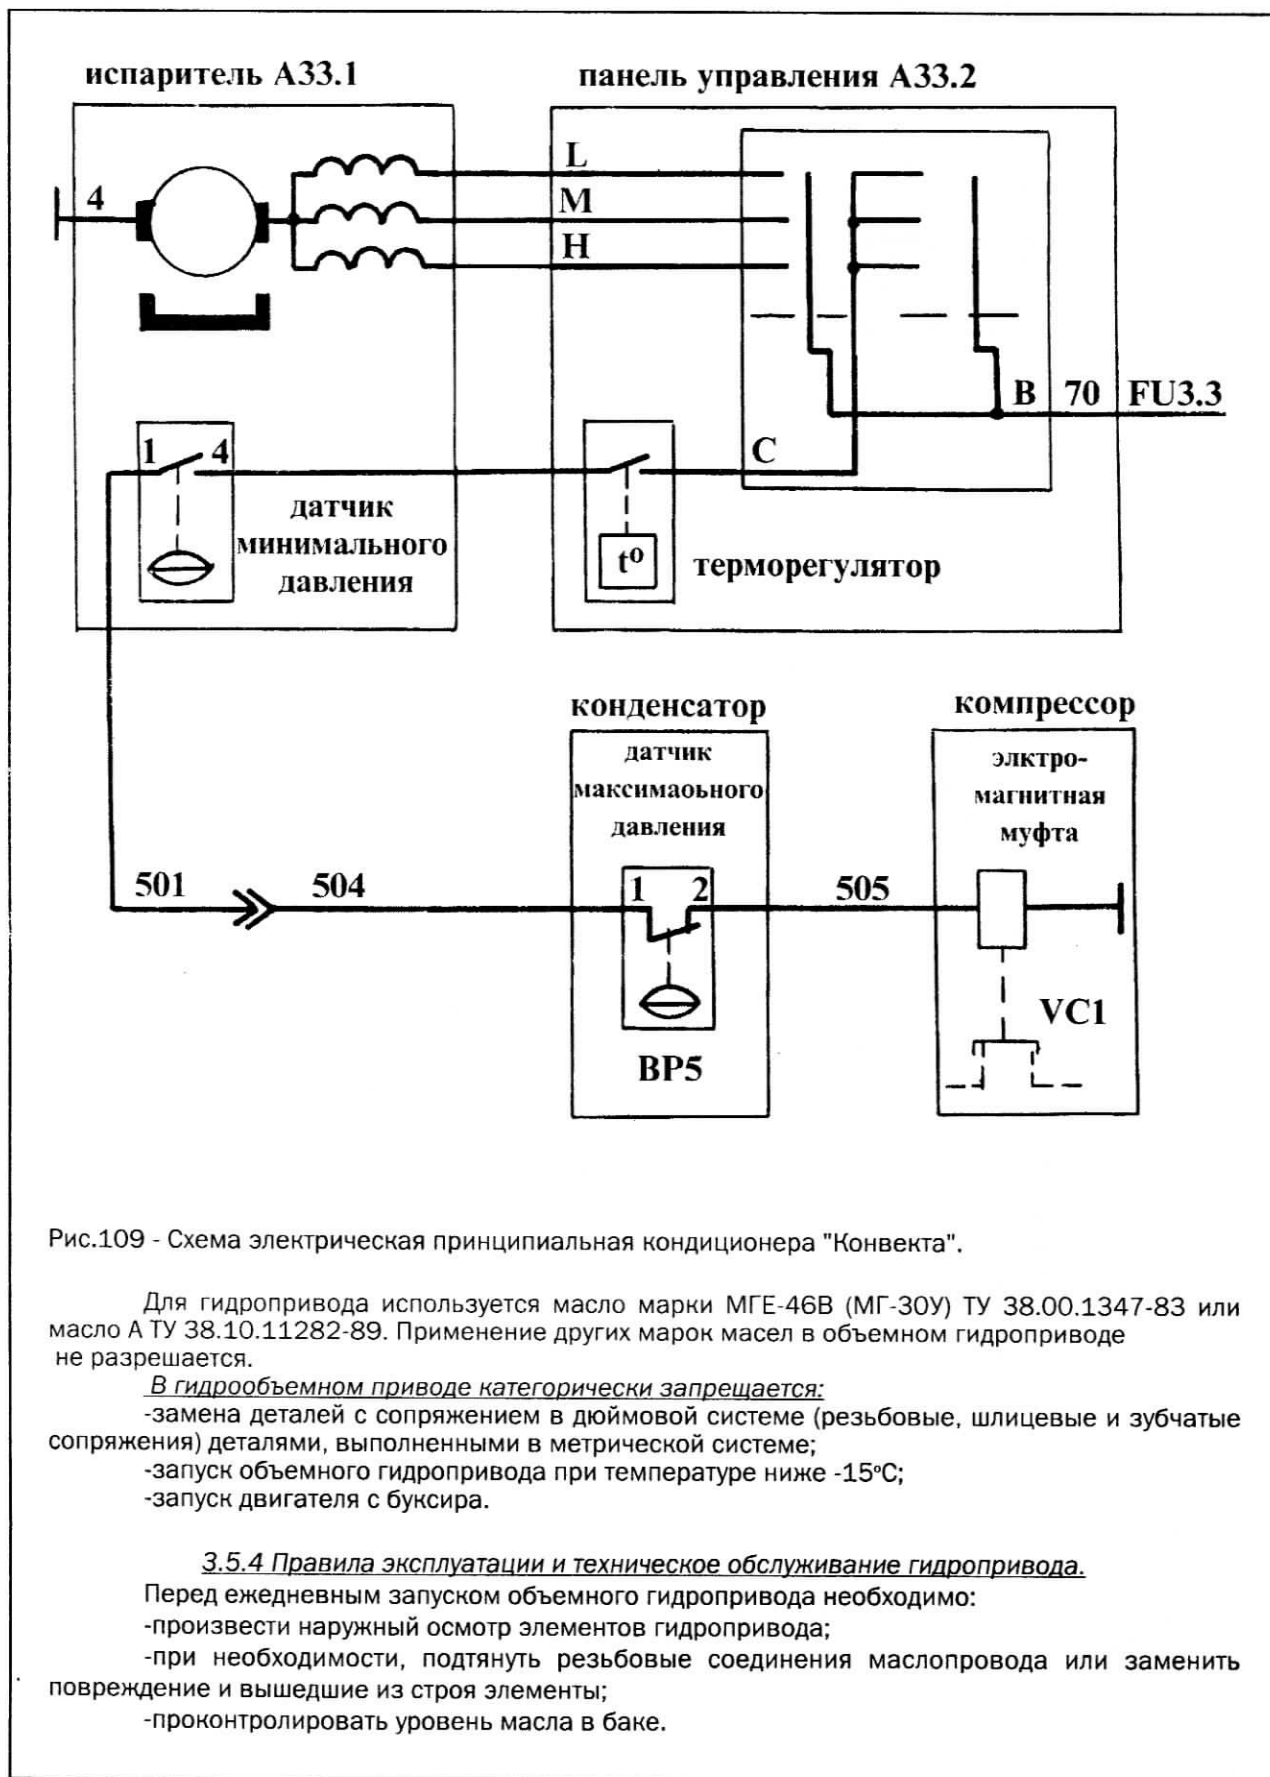

Рис.109 - Схема электрическая принципиальная кондиционера "Конвекта".
-кондиционер, в электрическую схему (рис.109) которого входят испаритель кондиционера